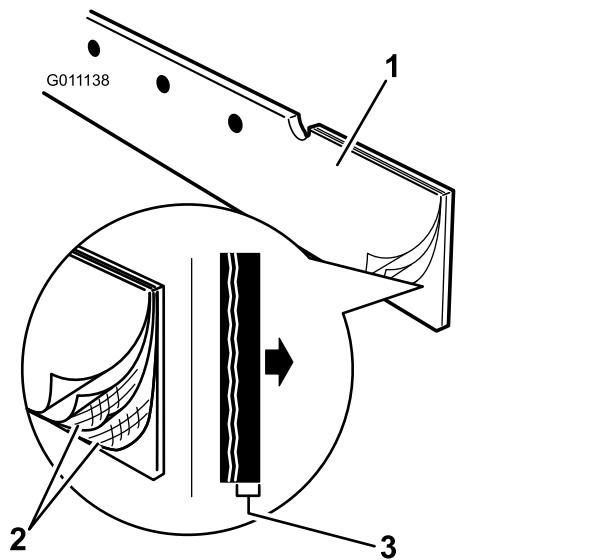

Bild 4
6. Richten Sie den Abstreifer so aus, dass die Gummikante noch vorne und der faserverstärkte Teil des Querabschnitts nach hinten zeigt (**Bild 4**).